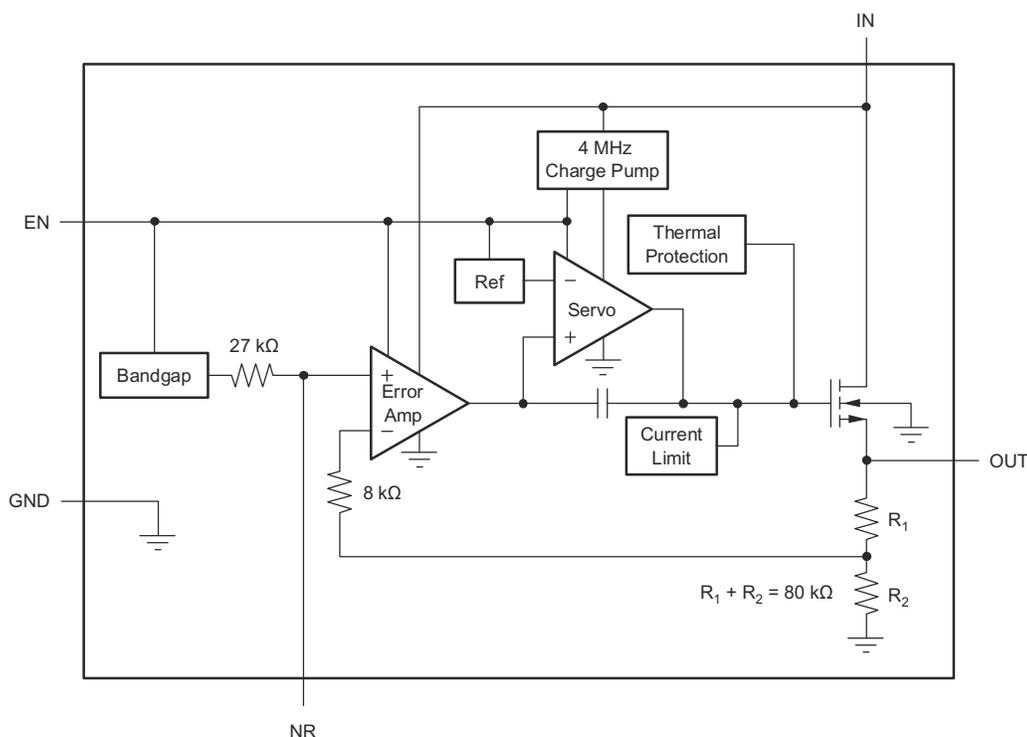
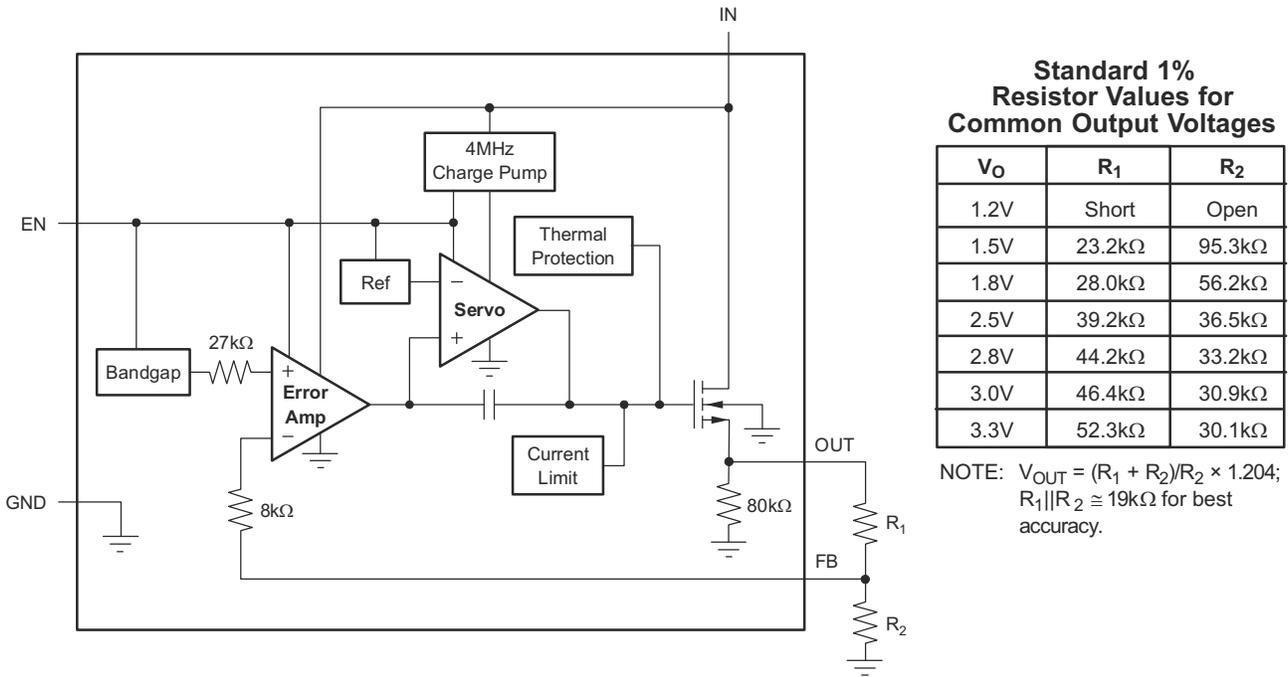

図 6-1. 固定電圧バージョン
図 6-2. 可変電圧バージョン
EN ピンを low に駆動した後、いずれのピンにも逆電流を遮断するためのバイアス電圧は必要ありません。逆電流とは、OUT ピンに電圧が印加されることによって IN ピンから流れ出す電流を指します。80k $\Omega$  の内部抵抗分圧器がグランドに接続されているため、OUT ピンに追加の電流が流れます (図 6-1 および 図 6-2 を参照)。
$R_1$  と  $R_2$  は、出力電圧に応じて 図 7-2 の式で求めることができます。一般的な出力電圧の抵抗値の例を 図 6-2 に示します。
2.5V 出力についての値を使用すると、図 6-2 の値を使用すると、 $R_1$  の値は 39.2k $\Omega$ 、 $R_2$  の値は 36.5k $\Omega$  になります。